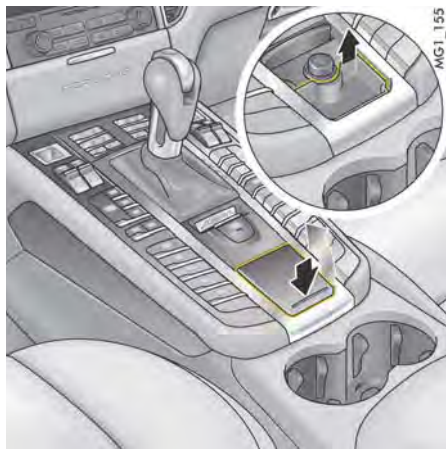

図101: フロントの灰皿の使用
▶ 灰皿のリッドを素早く押してください(図101)。リッドは自動で開きます。